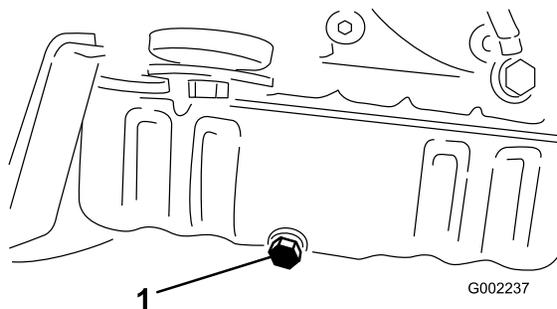

Figura 42
5. Togliete il tappo di spurgo. (Figura 42).